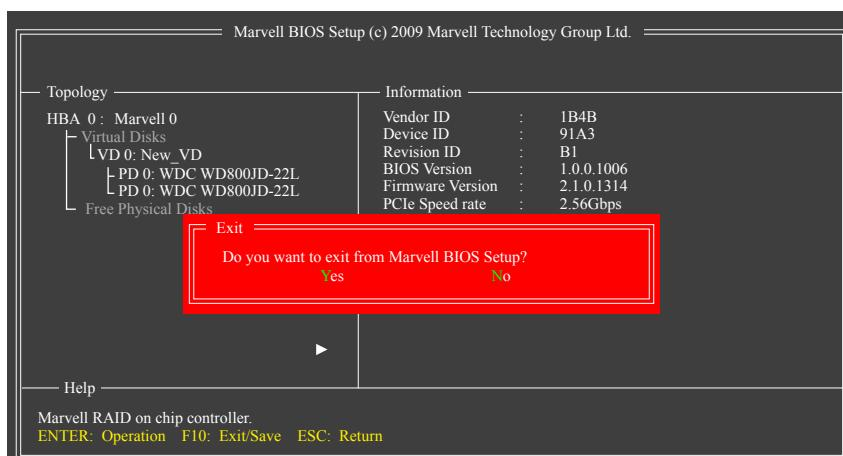

図7
7. 設定を保存し、終了します。RAID設定を完了した後設定画面を終了する前に、メイン画面で<F10>を必ず押してください。<Y>を押して確認するか、<N>を押してキャンセルします(図7)。